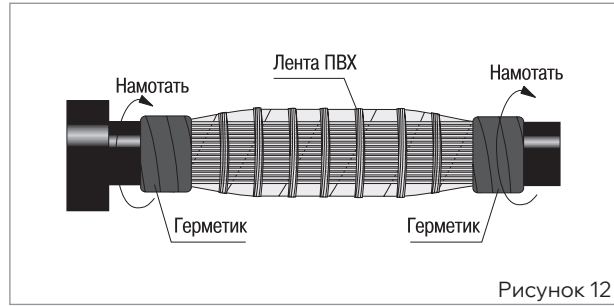

Рисунок 12
■ Снять временный бандаж из ленты ПВХ с проволок экрана. Проволоки экрана разогнуть в направлении друг друга вдоль муфты, наложив длинные проволоки на короткие (40 мм), и закрепить пружиной ППД (рис. 12). Излишки проволоки обрезать.